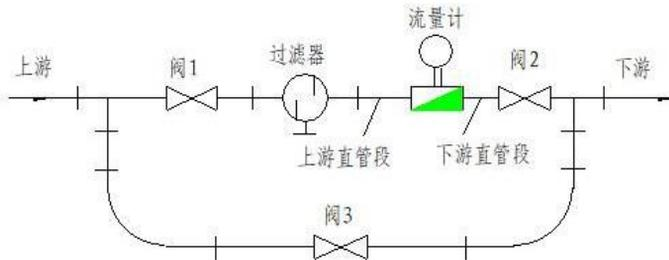

图 13 流量计安装示意图
(1) 流量计可水平、垂直安装，垂直安装时流体方向必须向上。液体应充满管道，不得有气泡。
(2) 安装时，液体流动方向应与流量计外壳上指示流向的箭头方向一致，上游端至少应有 10 倍口径长度的直管段，下游端应不少于 5 倍口径长度的直管段。
(3) 流量计应远离外界电磁场，如不能避免，应采取必要的屏蔽措施。
(4) 为了检修时不致影响液体的正常输送，应在流量计安装处，安装旁通管道（如图 13）。